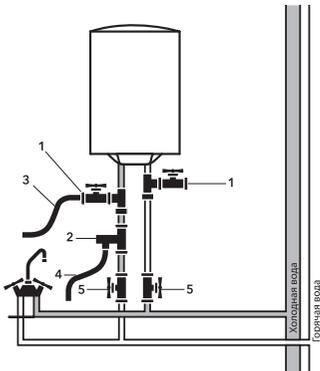

Рис. 3
- Предохранительный обратный клапан следует устанавливать в месте входа холодной воды (см. рис. 3).
- Присоедините дренажный шланг (позиция 3 на рис. 3) к запорному крану на тройнике на входе холодной воды в водонагреватель и направьте его в канализацию, либо в место слива воды. Откройте запорный кран и дождитесь полного слива воды.